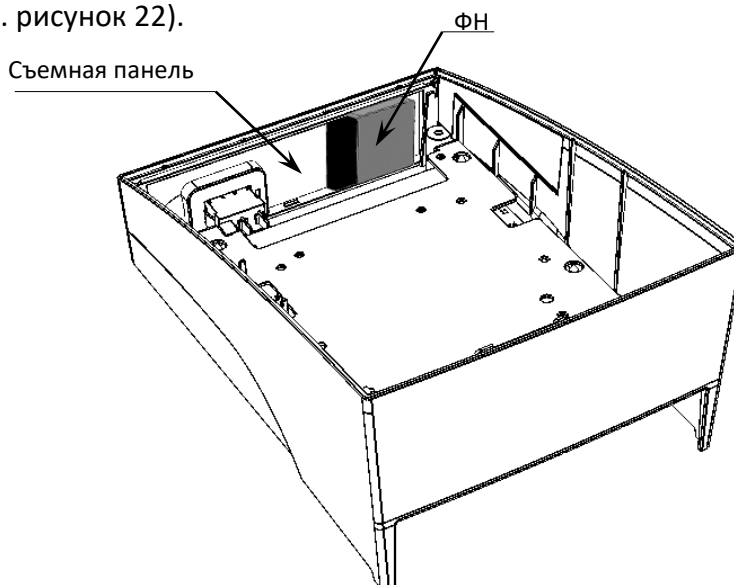

Рисунок 22. Расположение ФН на передней съемной панели
3. Отключить кабель от ФН, который крепится к съемной передней панели нижней части корпуса (см. рисунок 22).